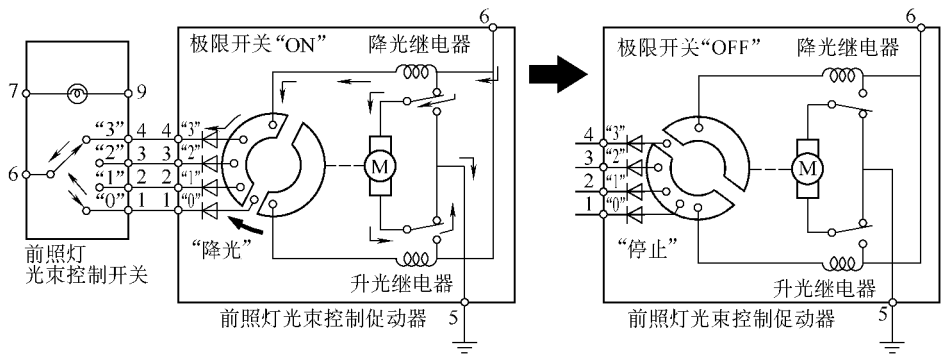

图 18-18 光束开关位于 0 位置图
2) 光束开关位于 0 位置。如图 18-18 所示。电流从促动器的端子 6→促动器的端子 1→光束开关的端子 1→搭铁，这时升光继电器动作。然后，电流从促动器的端子 6→升光继电器→电动机→降光继电器→促动器的端子 5→接地。这时电动机工作并使前照灯升光。当前照灯被升光后，根据开关动作并切断促动器的端子 6 和 1 之间的导通状态。结果，升光继电器被断开，而使前照灯光束状态保持在位置“1”的水平。